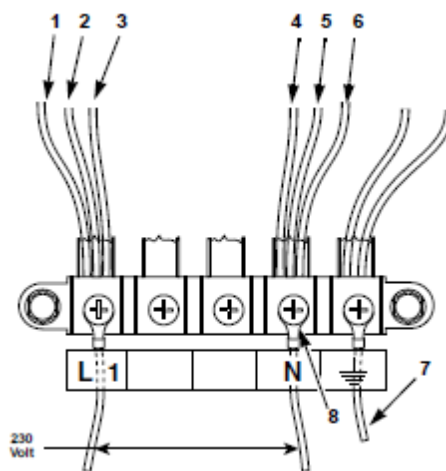

Рисунок 26
8. Разместите табличку 801813 (поставляется в комплекте) под клеммную колодку. Смотрите *Рисунок 26*.